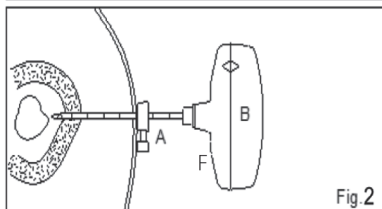

Fig.2
FIG. 2 Muovere il misuratore di profondità in avanti fino al contatto con la pelle, quindi ritirarlo alla profondità desiderata, usando i contrassegni di centimetri sulla cannula di taglio (A) per avere una guida visiva.